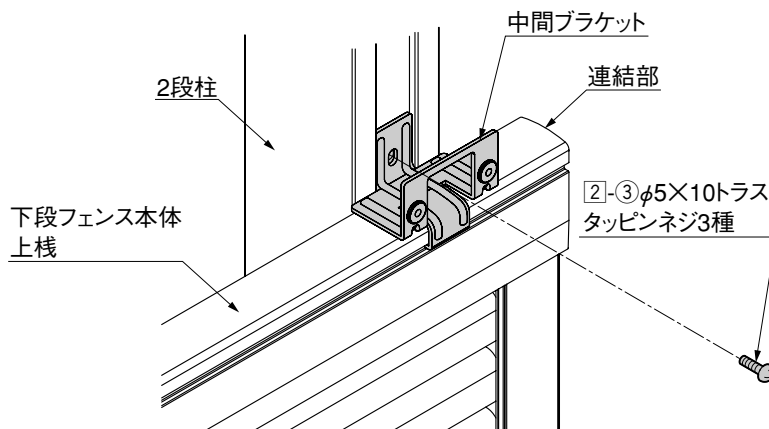

図2-2 中間ブラケット取付け図
- ④ 下段フェンス本体上棧に中間ブラケットを設置し、②-③で2段柱に固定してください。(図2-2参照)